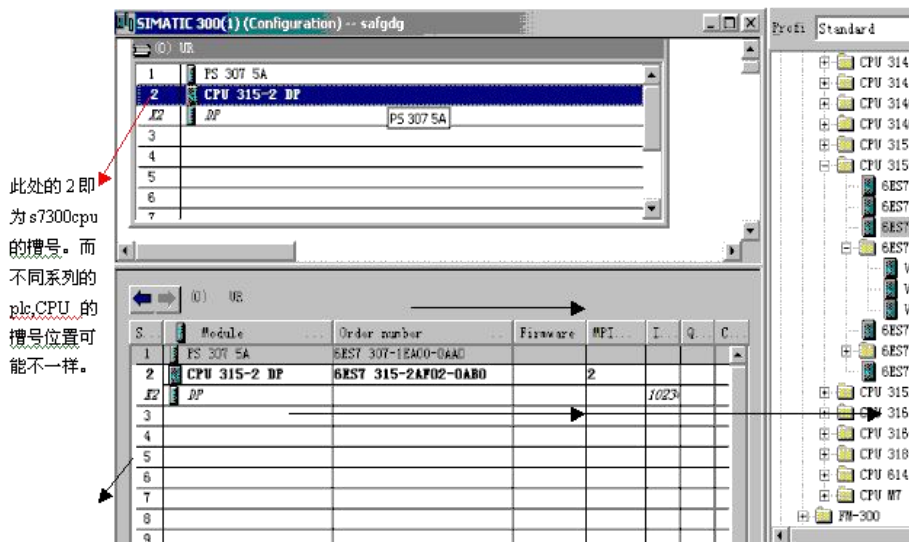

图 3-1
1、打开西门子 PLC 编程软件 step7 V5.5, 打开硬件配置如下图 3-1 所示。CPU 315-2 DP 前面的 2 为 PLC 在机架上的槽号。对应组态王地址*. *格式的小数点后的值。